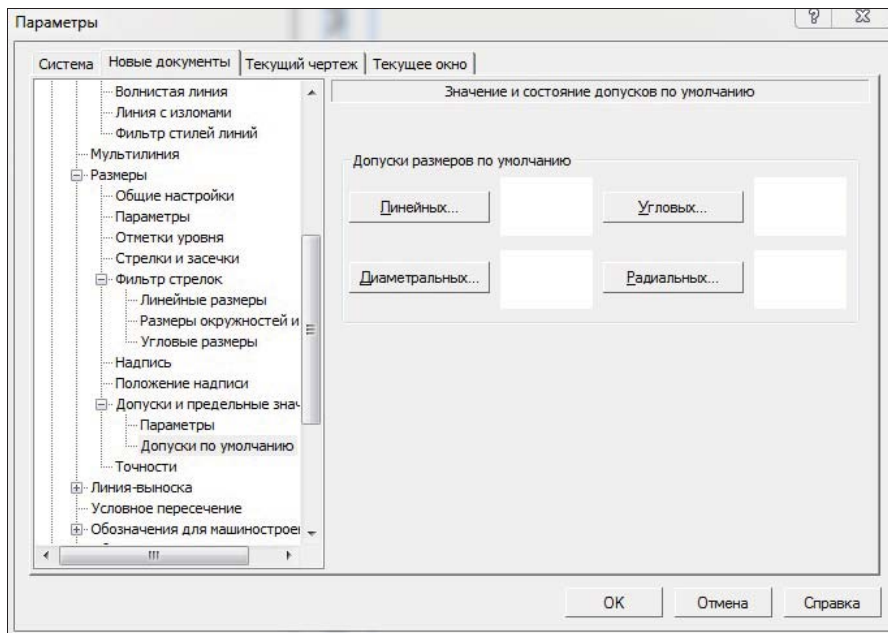
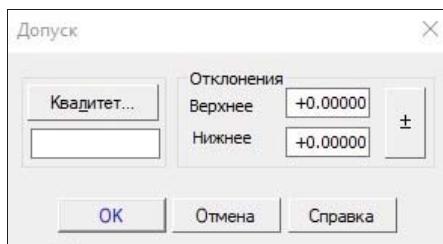

Рис. 17.22. Диалоговое окно **Параметры** с открытой панелью **Значение и состояние допусков по умолчанию**
Рис. 17.23. Диалоговое окно **Допуск**
- щелкните ЛК мыши по пункту **Допуски по умолчанию** — в правой части откроется панель **Значение и состояние допусков по умолчанию** (рис. 17.22). На этой панели проводится настройка исходных параметров допусков в графических документах. Окно содержит группу кнопок **Допуски размеров по умолчанию**. Кнопки служат для вызова диалогового окна **Допуск** (рис. 17.23), в котором задается значение допуска по умолчанию — либо указанием качества, либо вводом предельных отклонений. Настройка проводится отдельно для каждого типа размеров;